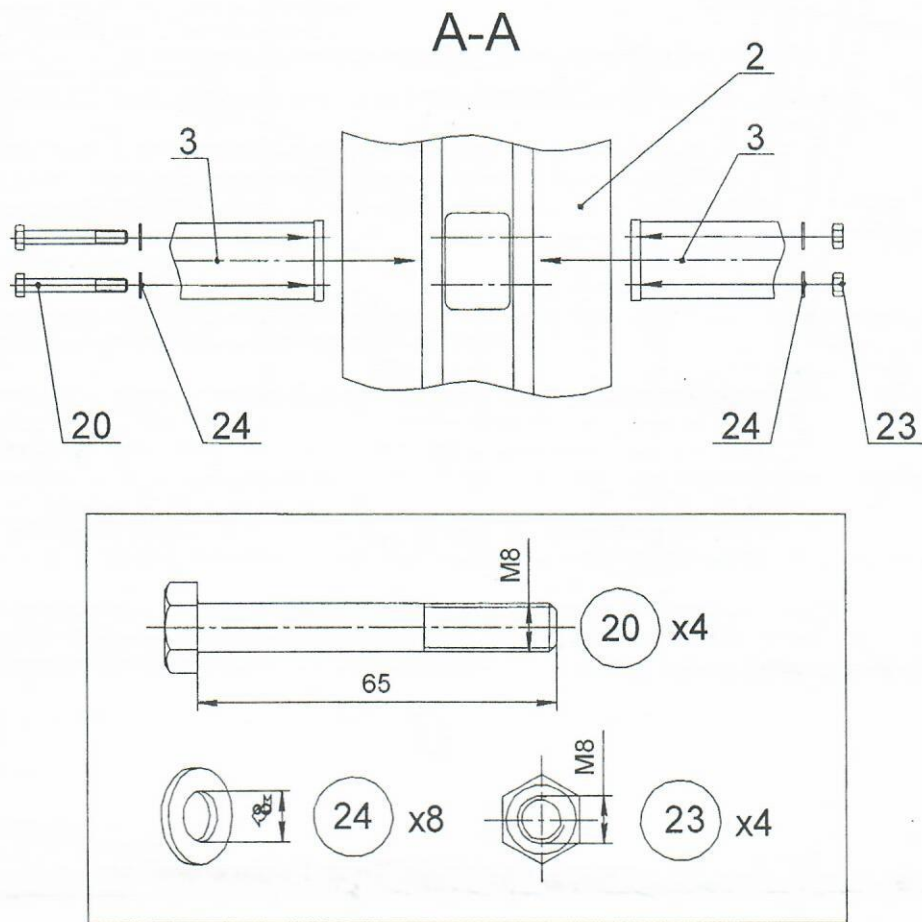

Рис.5
10.3.3.1 На стойку поз.2 установить и закрепить ручки правую и левую поз.3 (рис.5)